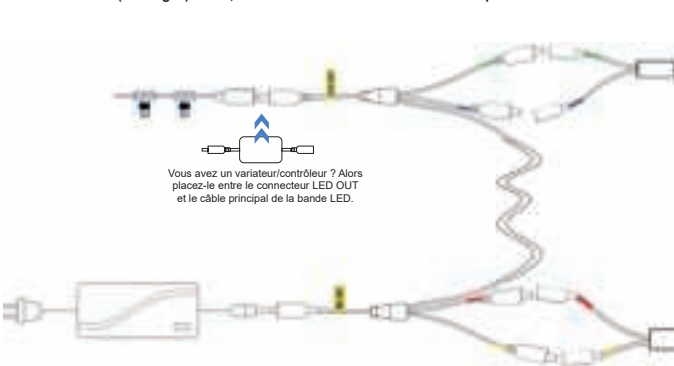

Fig. 5
- En haut de l'escalier, connectez le connecteur 'LED OUT' du câble du capteur au câble principal des bandes LED (voir Fig. 5). Enfin, connectez le connecteur 'AD IN' à l'adaptateur.**